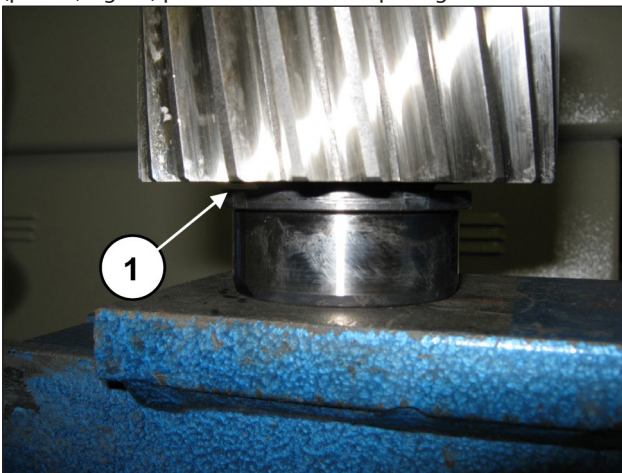

Fig. 80
Pré-monte o anel interno do rolamento 40x90x23 no pinhão (pos. ①, Fig. 80) posicionando-o até a passagem.